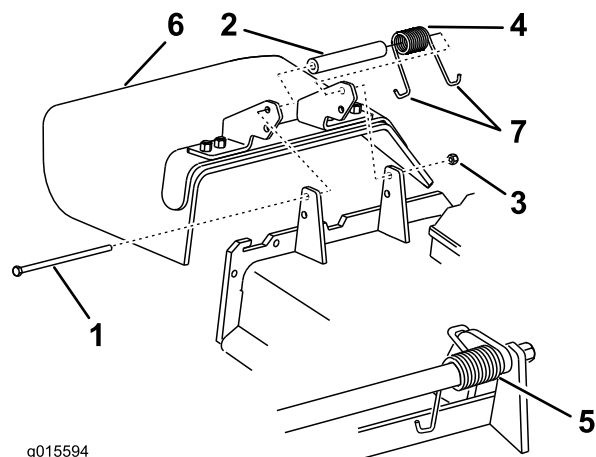

Figura 84
Nota: Verificate che un'estremità **J** della molla si trovi dietro il bordo del piatto di taglio prima di montare il bullone, come illustrato nella Figura 84
3. Montate il bullone e il dado. Infilate un'estremità a gancio **J** della molla attorno al deflettore dello sfalcio (Figura 84).
1. Togliete il dado di bloccaggio, il bullone, la molla e il distanziale che fissano il deflettore alle staffe orientabili del tosaerba (Figura 84). Togliete il deflettore di sfalcio se è danneggiato o consumato.